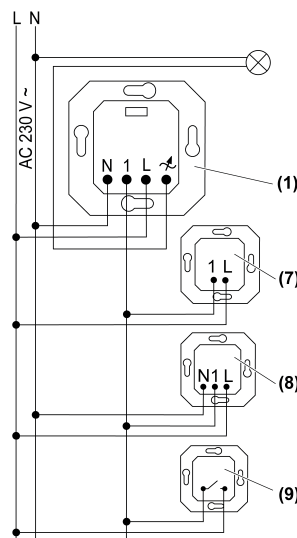

Bild 2: Anschlussplan mit optionalen Nebenstellen
- Last gemäß Anschlussplan (Bild 2) anschließen.
- i** Durch kurze Betätigung der Taste **Dimm-Mode** (4) kann das Licht geschaltet werden.
- Rahmen (2) und Aufsatz (3) aufstecken.